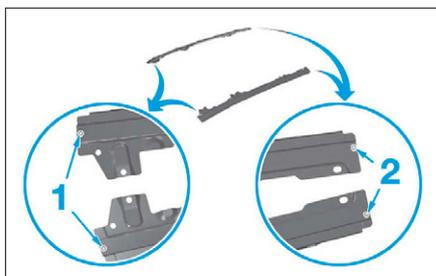

FIG. 139
- Tracer en (1) et (2) puis percer au Ø 6,5 mm (ou Ø 8 mm pour des fortes épaisseurs pour un soudage ultérieur par points bouchons (Fig.139).